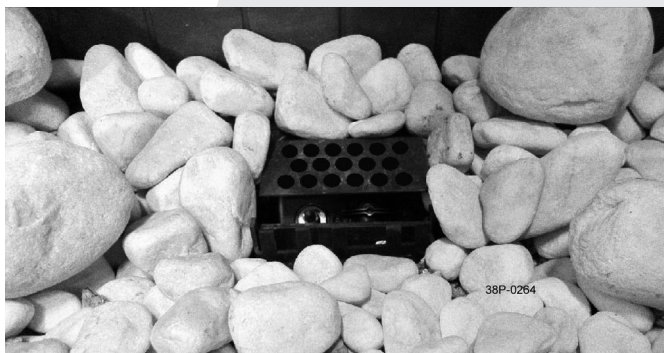

fig. 6
- Verteilen Sie die Carrara-Steine gleichmäßig in einer Schicht; siehe Foto (Abb. 6).
- Legen Sie die 12 großen Kieselsteine auf die kleinen Kieselsteine; siehe Foto (Abb. 6).
- Lassen Sie den Zündbrenner und den Platz rundum diesen Brenner frei; siehe Foto (Abb. 6).